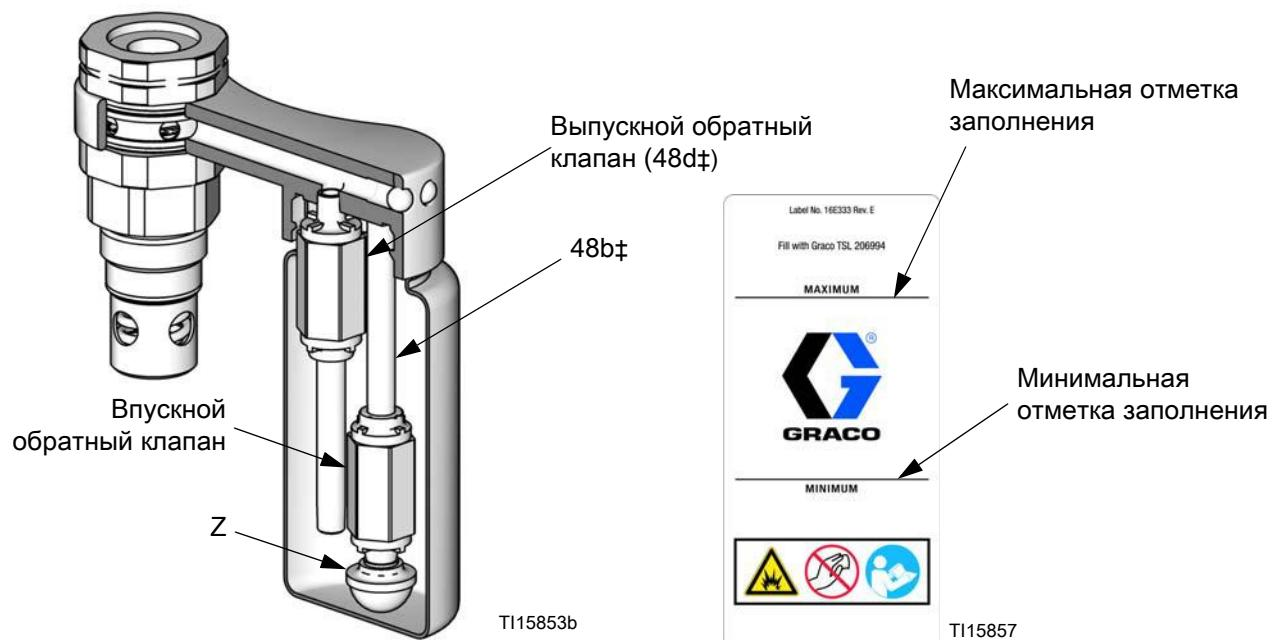

Рис. 1. Вид в разрезе резервуара для уплотнительной жидкости горловины (TSL) и отметки заполнения
3. Очистите экран (Z) впускного обратного клапана (48с‡). Если обратные клапаны не закрываются герметично и загрязненная уплотнительная жидкость горловины (TSL) попадает в смачиваемую чашку, замените обратные клапаны (48с, 48d). См. Рис. 1.
ПРИМЕЧАНИЕ. Для того чтобы заменить обратные клапаны в емкости с уплотнительной жидкостью горловины (TSL), закажите комплект для ремонта обратных клапанов 24F404. Части комплекта отмечены символом, например (48b‡). Для того чтобы заменить только емкость, закажите комплект для замены емкости 24F405. Части комплекта отмечены символом, например (48e*). В состав комплекта входят 5 емкостей и 5 наклеек. См. Рис. 1, Рис. 4 и Рис. 5.